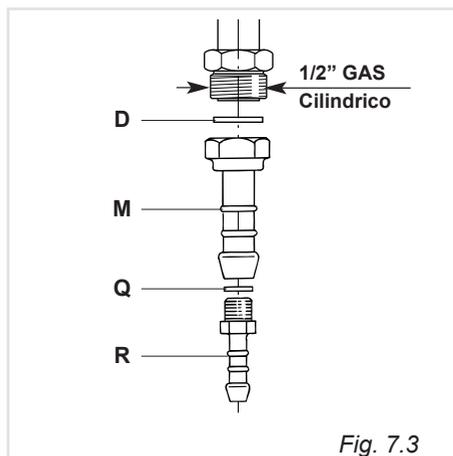
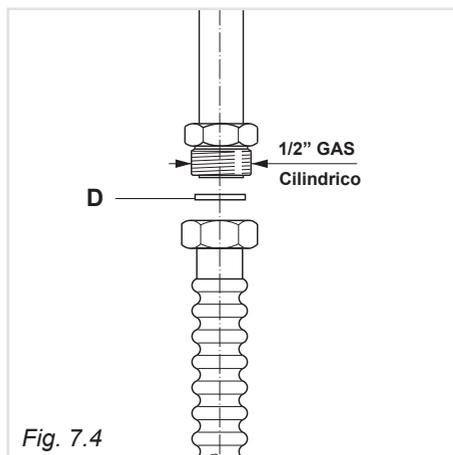

Fig. 7.3
Fig. 7.4
Il gruppo di raccordo (fig. 7.3) si compone di:
- Montare il raccordo portagomma "M" interponendo la guarnizione di tenuta "D" (fig. 7.3).
- Montare sul portagomma "M" la riduzione "R" con interposta la guarnizione "Q" (fig. 7.3).
Per effettuare il collegamento gas è necessario togliere il portagomma "M" (fig.7.3) ed avvitare direttamente sulla rampa il terminale del tubo metallico interponendo la guarnizione "D" (fig.7.4).
Le guarnizioni **D** e **Q** (fig. 7.3 - 7.4) sono gli elementi che garantiscono la tenuta della connessione raccordo-rampa.